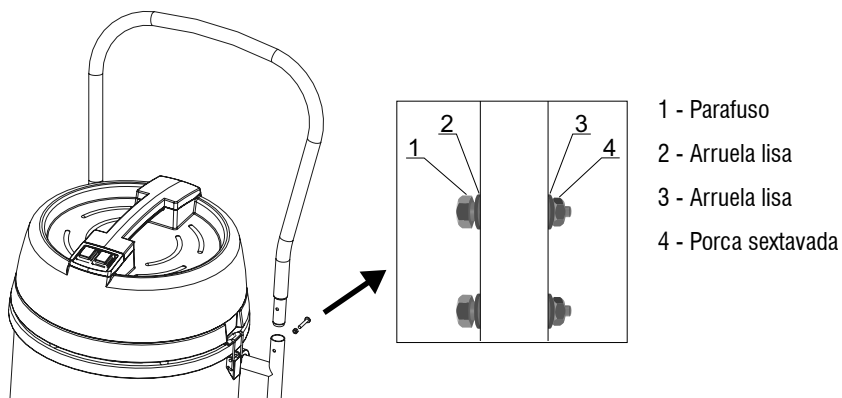

Fig. 6 – Montagem do cabo
- Encaixe a alça de transporte na base do aspirador de pó fixando-a com os parafusos, arruelas e porcas. Monte estes conjuntos na sequência indicada na Fig. 6. Esta fixação deve ser realizada com dois conjuntos de parafusos, arruelas e porcas de cada lado.